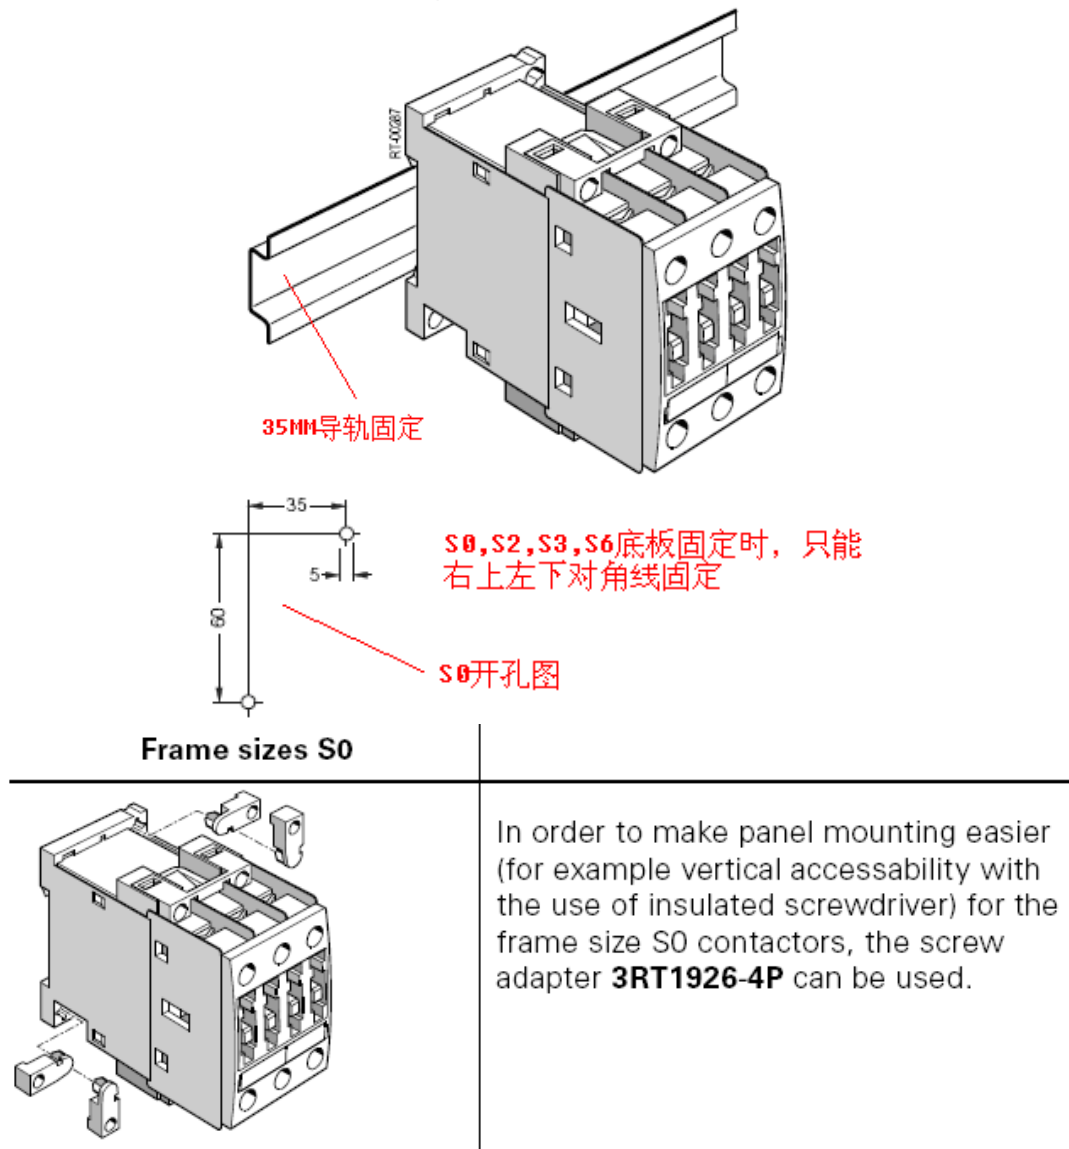

图 11
2. 3RT102 S0 规格，可采用卡导轨（35MM）或底板安装（需 2 颗螺钉），底板安装时，还可使用附件 3RT1926-4P 来进行固定。见图 11：